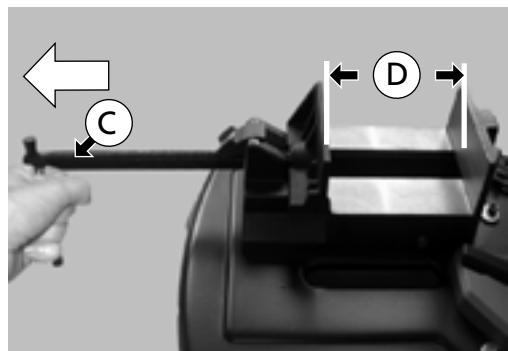

Abb. 16
2. Den Kurbel (C) (siehe Abb. 16) in Pfeilrichtung schieben, um das Werkstück in Öffnung (D) einzuführen (siehe Abb. 16).